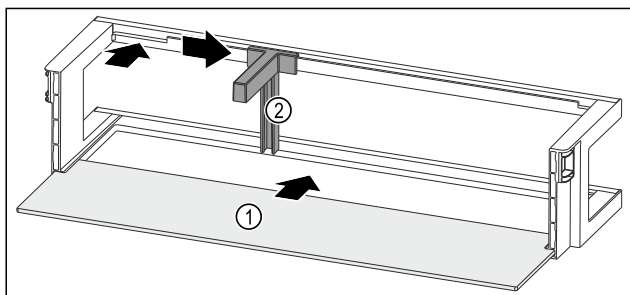

Fig. 145 Türabsteller mit Abstellfläche
- Abstellfläche Fig. 145 (1) in die seitlichen Aussparungen einschieben.
- Flaschenhalter Fig. 145 (2) in die Aussparung einsetzen.
- Flaschenhalter Fig. 145 (2) in gewünschte Position zur Seite schieben.